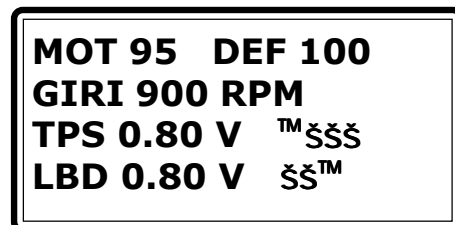

Fig. 28
- portarsi in "**VISUALIZZAZIONE PARAMETRI**" (Fig. 28);